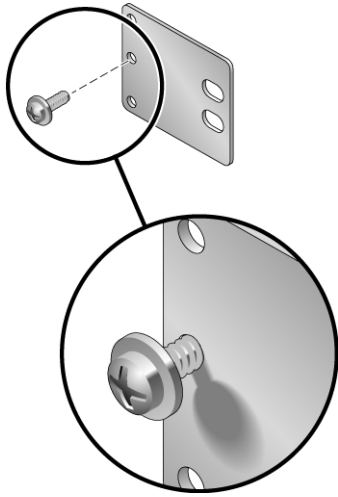

FIGURE 4-5 Pose d'une vis sur la plaque arrière correspondant à la position médiane dans le rack
- a. À l'aide d'une vis SEM M5 × 10 (une pour chaque plaque arrière), posez sans serrer la vis dans l'une des trois positions de la plaque arrière (FIGURE 4-5).
La position dépend de l'épaisseur du rail dans le rack. Par exemple, la FIGURE 4-5 montre la position de la vis sur la plaque arrière correspondant à une position médiane dans le rack.